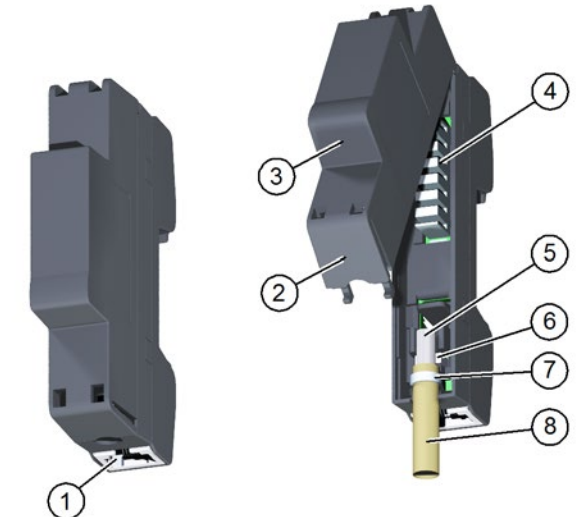

Abb. 3: PAT100-Module mit Patch-Kabel oder CAT-Kabel verbinden
- Beachten Sie, dass das PAT-Modul immer so orientiert ist, dass die RJ45-Buchse (Pos. 1 in Abb. 3) oder das CAT-Kabel (Pos. 8 in Abb. 3) nach unten zeigen.
- Stecken Sie die Stecker des Patch-Kabels in die jeweilige RJ-45-Buchse (Pos. 1 in Abb. 3) der beiden PAT100-Module.
- Drücken Sie die Lasche (Pos. 2 in Abb. 3) an der Unterseite der Abdeckung (Pos. 3 in Abb. 3) leicht nach oben. Schwenken Sie die Abdeckung nach oben und heben diese ab.
- Legen Sie die Adern des CAT-Kabels (Pos. 8 in Abb. 3) mit dem Auflegewerkzeug auf die LSA-Klemmen (Pos. 4 in Abb. 3) auf.
- Beachten Sie, dass die Schirmung (Pos. 5 in Abb. 3) des CAT-Kabels auf dem GND-Kontakt (Pos. 6 in Abb. 3) aufliegt.
- Fixieren Sie das CAT-Kabel mit einem Kabelbinder (Pos. 7 in Abb. 3) und setzen Sie die Abdeckung wieder auf.